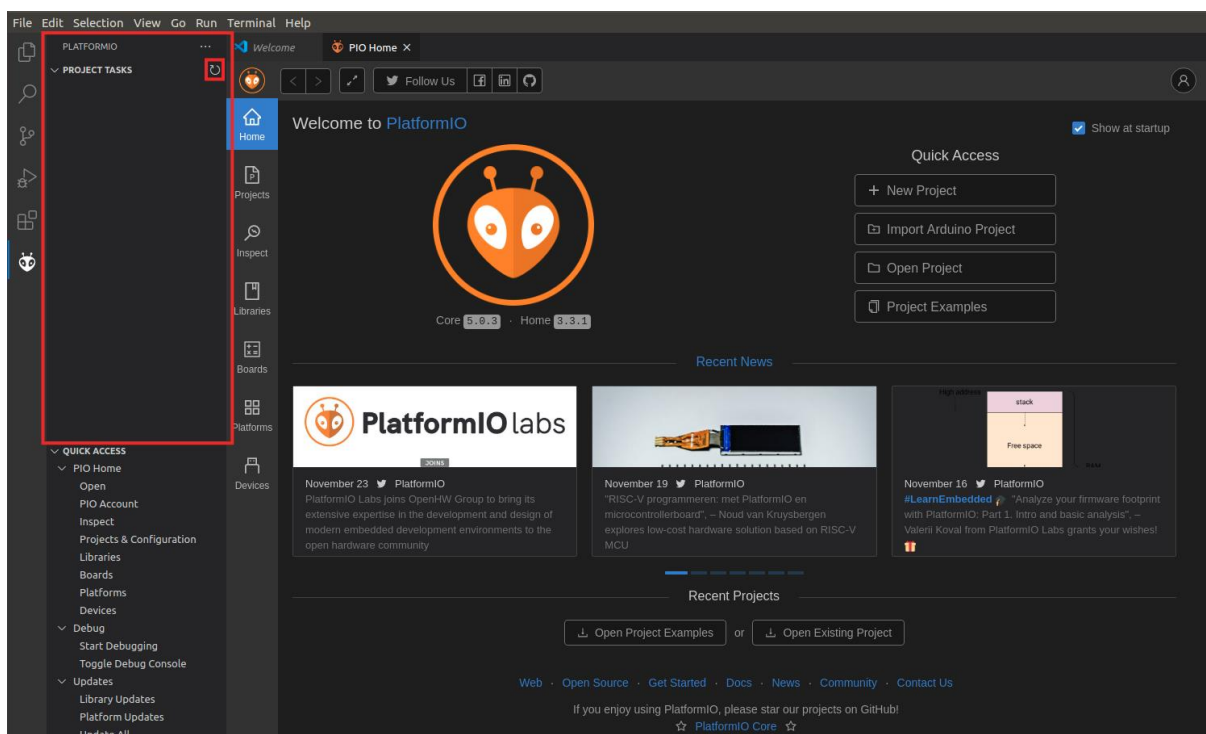

Figura 13. Ventana de TAREAS DE PROYECTO vacía - Actualizar
- En el caso de que la ventana de Tareas del Proyecto (*Project Tasks*) esté vacía (Figura 13), debe refrescar ésta haciendo clic en . Esto puede tomar varios minutos.